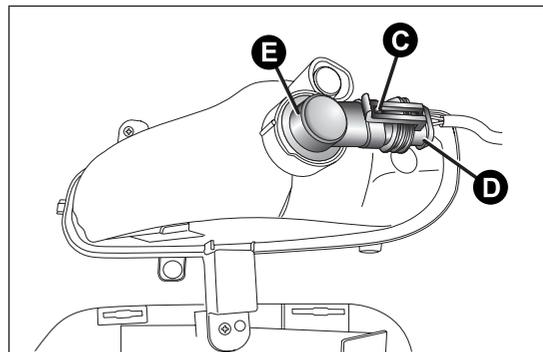

fig. 127
- agir sur l'agrafe C fig. 127 et débrancher le connecteur électrique D ;